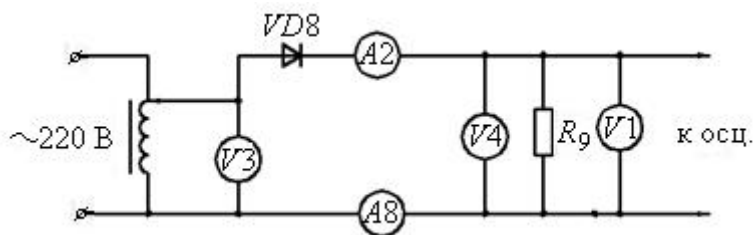

Рисунок 9.2 – Схема исследования источника несинусоидального напряжения
Для создания несинусоидального напряжения в работе используется диод VD8. При подключении его к синусоидальному напряжению по схеме (рисунок 9.2) ток через сопротивление R_1 будет несинусоидальным. Следовательно, несинусоидальным будет и падение напряжения U_{12} на R_9 . Его можно использовать в качестве источника несинусоидального периодического напряжения.
9.3.1 По схеме (см. рисунок 9.2) исследовать форму кривых тока и напряжения источника несинусоидального напряжения. Определить их действующие, средние и амплитудные значения.
9.3.3 По схеме (см. рисунок 9.2) исследовать влияние параметров цепи на форму кривой тока. Для этого, не изменяя у осциллографа масштаб по оси Y, зарисовать с экрана кривые тока для следующих четырех случаев: